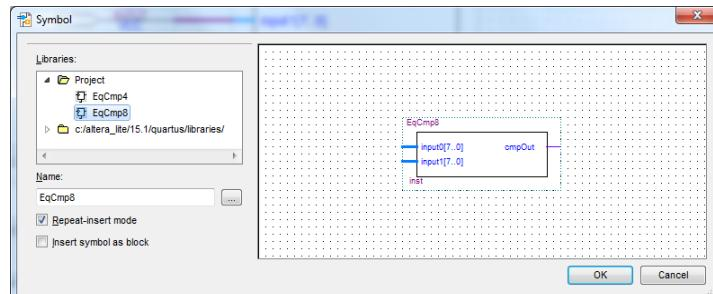
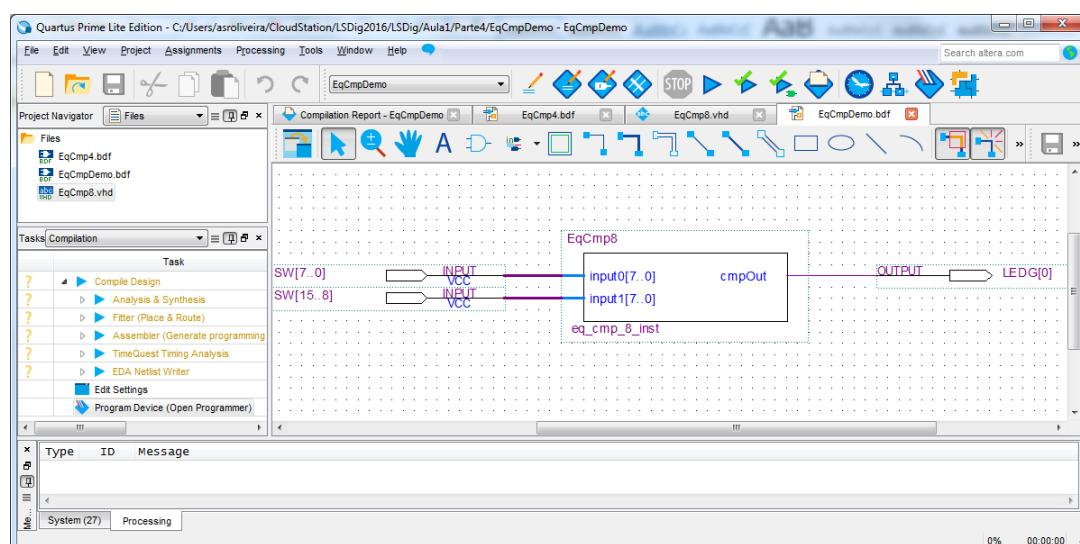

Figura 67 – Instanciação num diagrama esquemático do módulo “EqCmp8”.
Figura 68 – Interligação do módulo “EqCmp8” e dos portos de entrada e de saída e identificação dos diversos elementos do circuito no módulo “EqCmpDemo”.
**11.** Troque no ficheiro *top-level* “EqCmpDemo” a instanciação do módulo “EqCmp4” pelo módulo “EqCmp8” (Figura 67) e ligue-o tal como ilustrado na Figura 68.